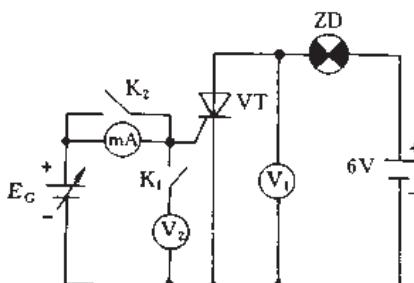

图 2.3.7 门极触发电压和触发电流测试电路
(4) 门极触发电压和触发电流测试 测试电路见图 2.3.7。为了避免电表内阻的影响，特别设置了开关  $K_1$